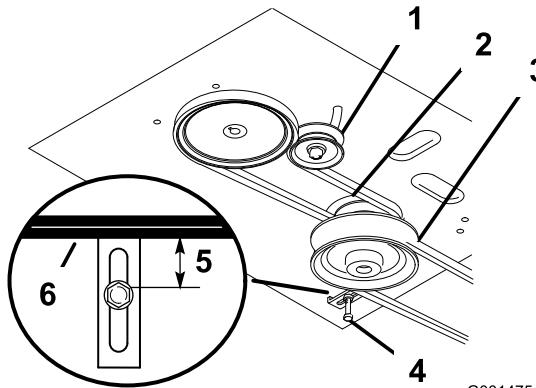

Figure 40
- Enlevez la courroie du tablier de coupe (voir Remplacement de la courroie du tablier de coupe) (Figure 40).
- Desserrez le boulon de pivot jusqu'à ce que la poulie de tension puisse coulisser dans la fente et déposez la courroie de transmission du moteur et des poulies d'entraînement (Figure 40).
- Montez la courroie d'entraînement neuve sur les poulies de moteur et d'entraînement (Figure 40).
- Insérez la poulie de tension dans le bâti du moteur pour tendre la courroie de transmission (Figure 40).
- Installez la courroie du tablier de coupe (Figure 40).
- Vérifiez que le guide de courroie sous le bâti du moteur est réglé correctement (Figure 40).